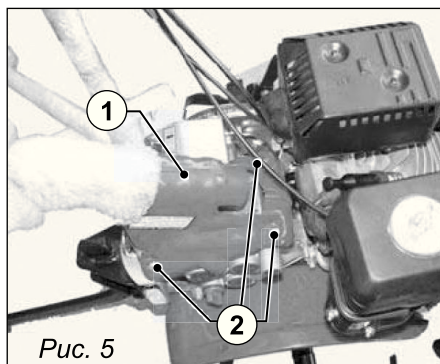

Рис. 5
4. Установите опору руля, зафиксируйте болтами (рис. 5).